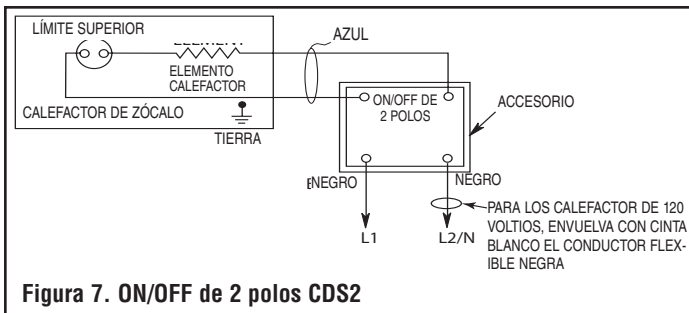

Figura 7. ON/OFF de 2 polos CDS2
6. Conecte el conexionado al accesorio utilizando el diagrama de conexiones apropiado. Vea la Figura 7.